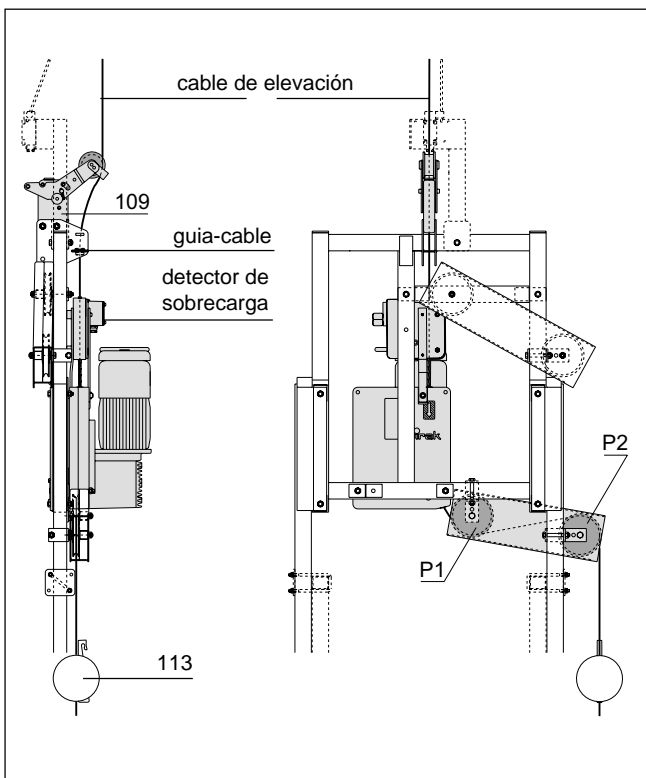

Fig. 1.30
c) ...liras en cuadro (Fig. 1.30)
- Pasar el cable de elevación (151) alrededor del rodillo de la palanca del BLOC-STOP (109) y a través de la guía del cable.
- Presionar el botón ASCENSO (43) y continuar empujando el cable a mano hasta que llegue al tubo guía en la parte inferior de la cubierta. Sacar 1.5 m más de cable hacia el aparato.
- Continuar presionando el botón de ASCENSO (43) hasta que el cable esté ligeramente en tensión. Simultáneamente tirar del final del cable para mantenerlo tensionado.
- Colocar un contrapeso (113) en cada cable de elevación, aproximadamente a unos 20 cm del suelo.